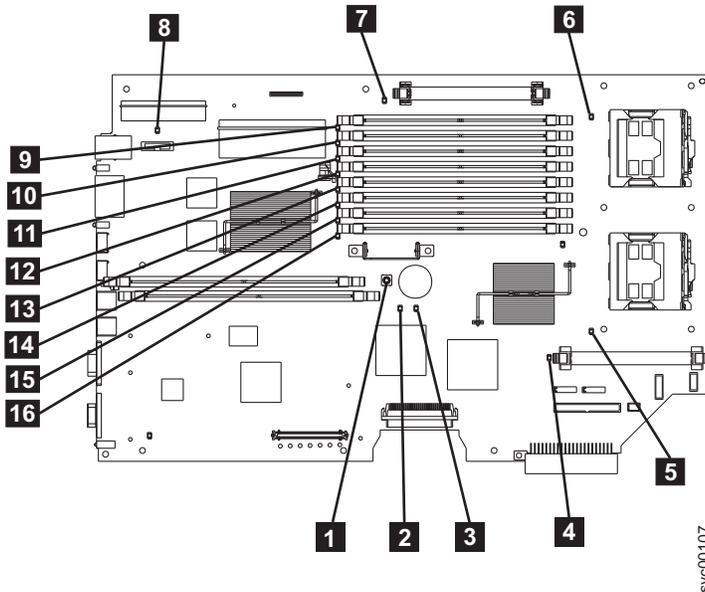

図 103. SAN ボリューム・コントローラー 2145-8F2 および SAN ボリューム・コントローラー 2145-8F4 システム・ボード LED
はい 306 ページの表 62 を参照にして、特定のライト・パス診断 LED 用に指定されたアクションを実行して、ステップ 3 (308 ページ) に進みます。アクションによっては、システム・ボード上またはファン・バックプレーン上の LED 状態を監視する必要があります。システム・ボード LED の位置は、306 ページの図 103 に示されます。ファン LED はそれぞれのファンに隣接して配置されています。必要な LED を表示するには以下を行います。
- d. ライト・パス診断ボタン **1** を押します。 306 ページの図 103 を参照してください。